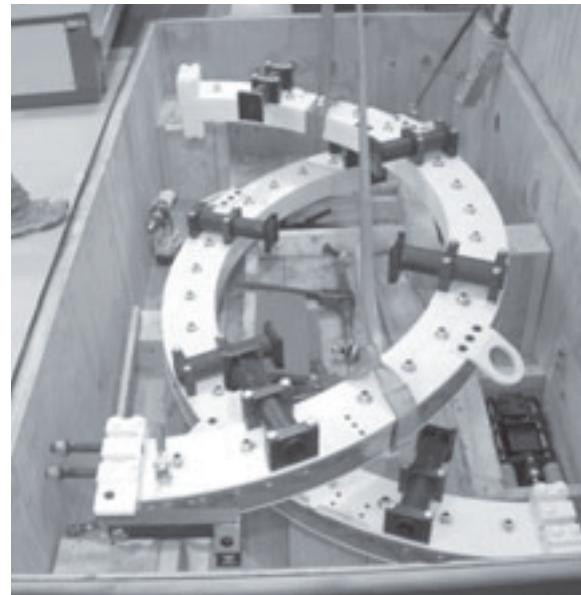

Рис. 4-7. Уложите вторую половину рамы в контейнер, разместив на более высоких опорных блоках.
- 6.** Прикрепите подъемные стропы к другой половине рамы и опустите узел в контейнер, см. Рис. 4-7.